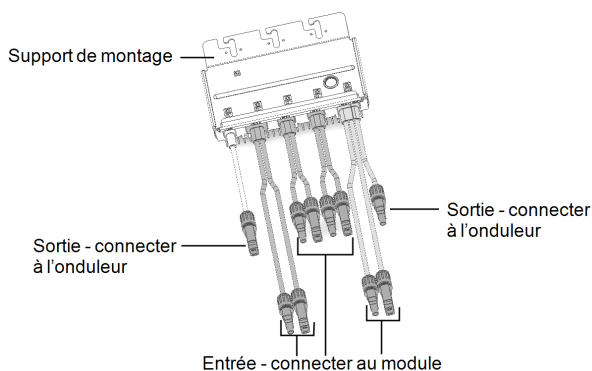

Figure 3: Connecteurs de l'optimiseur de puissance
1. Déterminer l'emplacement de montage de l'optimiseur de puissance et utiliser le support de de fixation de l'optimiseur de puissance pour le fixer à la structure d'appui (voir *Figure 3*) Utiliser au moins deux trous pour le support.